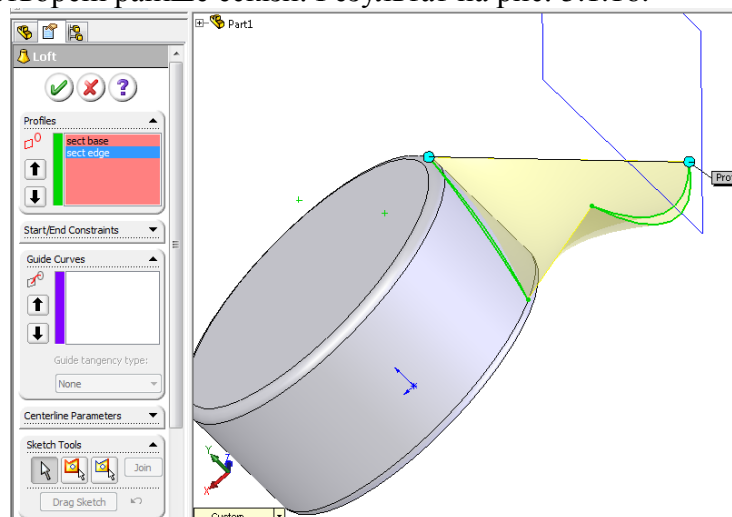

Рис. 5.1.16. Результат створення лопасті шляхом витягування по траєкторії
9. Запустіть інструмент «Бобышка по сеченням» (LOFTED BOSS/BASE). А далі виберіть створені раніше ескізи. Результат на рис. 5.1.16.